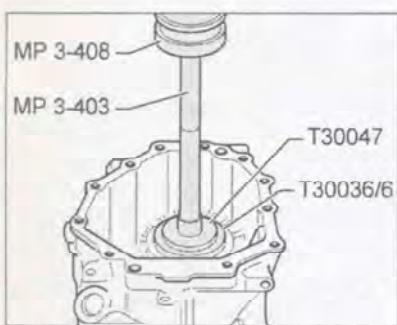

Рис. 7.267. Установка наружной обоймы большого роликоподшипника.
3. Запрессуйте наружную обойму большого роликоподшипника с помощью специального инструмента (рис. 7.267).